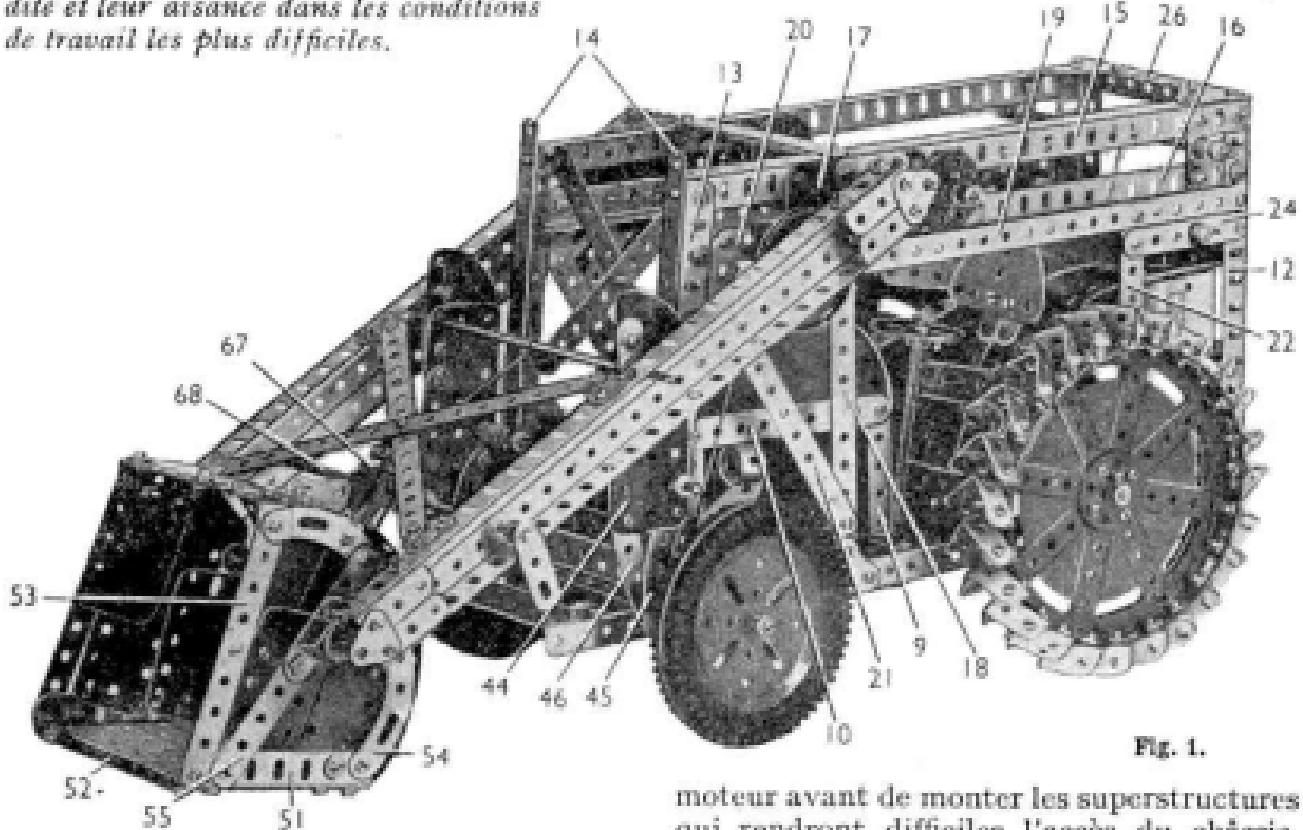
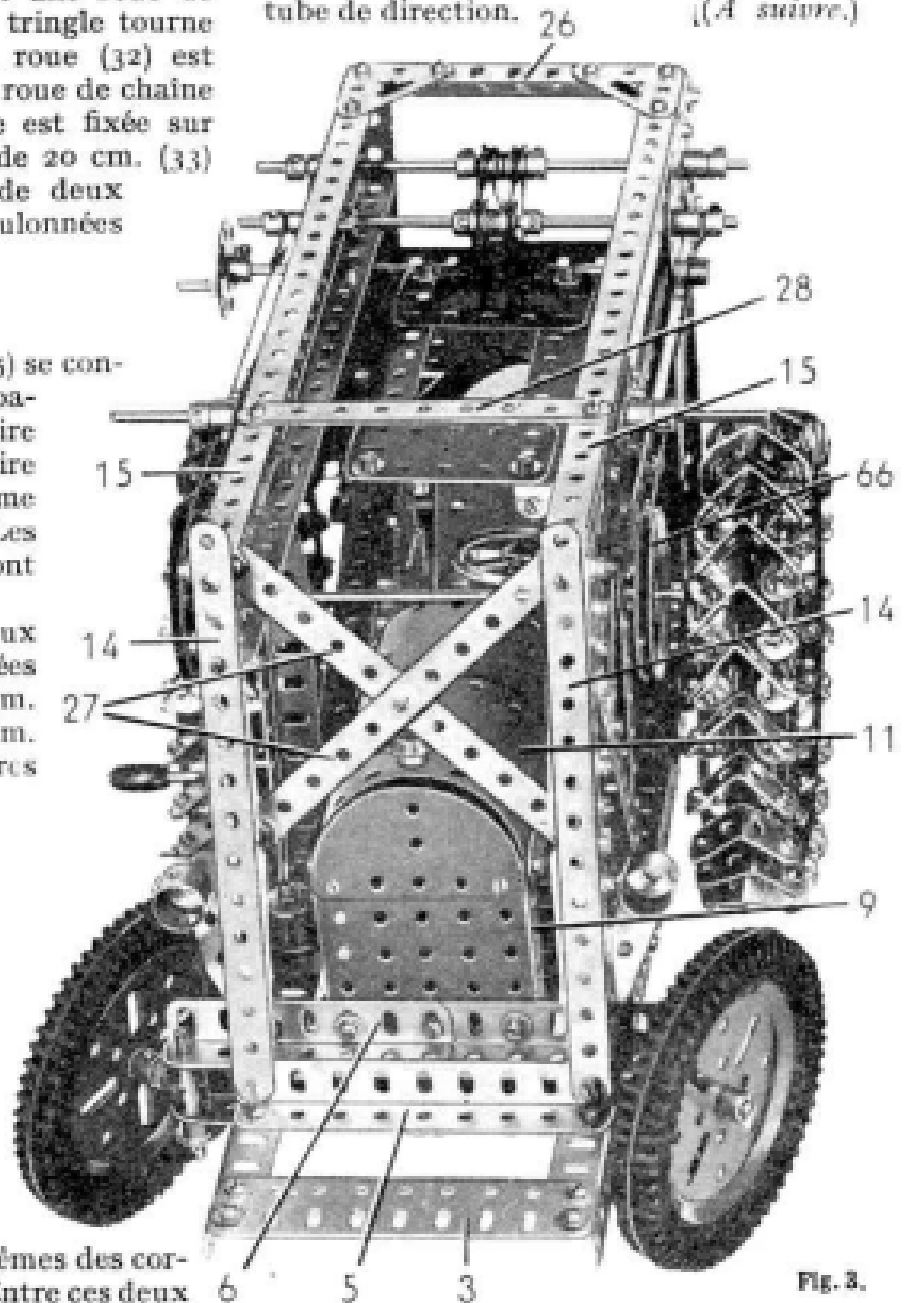

Fig. 1.
Fig. 3.
Chaque côté du capot (fig. 1) est formé par deux cornières verticales de 5 trous (9) réunies à leurs extrémités supérieures par une bande de 9 trous (1). Les cornières (9) avant sont fixées sur la cornière (6); les cornières (9) arrière sont fixées à une cornière de 5 trous boulonnée sur le bord de la plaque (8). Les deux bandes (10) sont reliées par deux plaques flexibles de  $11,5 \times 6$  cm. (11) incurvées (fig. 3). L'avant et l'arrière du capot sont formés chacun d'une plaque sans rebords de  $6 \times 6$  cm. surmontée d'une plaque semi-circulaire.
Les deux côtés du bâti sont de construction identique. Une cornière de 15 trous (12) est boulonnée verticalement à chaque angle arrière du châssis, et elle est étayée par deux grands goussets d'assemblage (fig. 1 et 4).
Les deux côtés du bâti sont réunis par deux bandes de 9 trous (25) et une cornière de 9 trous (26) boulonnées entre les cornières (12) (fig. 4). À l'avant, deux bandes de 11 trous entrecroisées (27) sont fixées par des équerres entre les cornières (13) (fig. 3). Enfin, une bande de 9 trous (28) est boulonnée sur le dessus du modèle, entre les cornières (15).